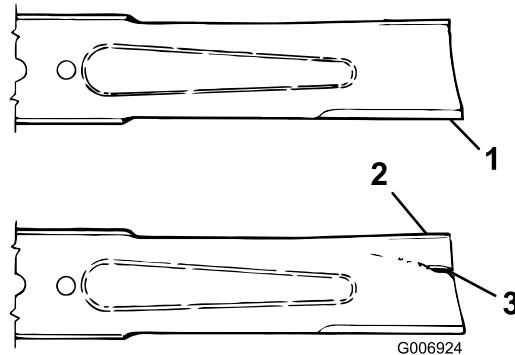

図 75
3. ブレードの切っ先を注意深く観察、特に、直線部と曲線部が交わる部分をよく観察する図 75。磨耗が進んでいる場合図 75 には、ブレードを交換する ブレードの取り外し \(ページ 60\) を参照。